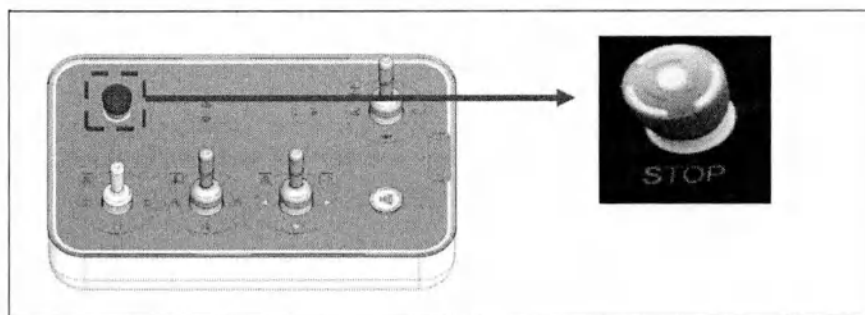

Рисунок 2.16.39 – Аварийная кнопка на главном пульте управления и вспомогательном пульте в помещении (опция)
- одна расположена на панели управления (рисунок 2.16.39).